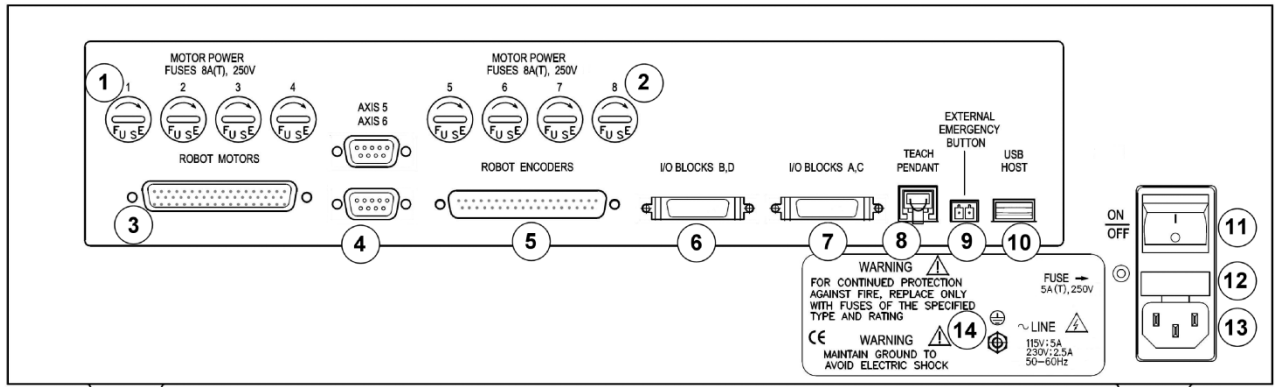

Figura 2-1: Panel posterior del Controller USB PRO
2 enchufes de derivación de emergencia	Instalado en el Controlador (en el conector del Mando manual y el conector del Botón de emergencia externo [(8) y (9) en la Figura 2-1])
Las instrucciones de instalación en este capítulo se refieren a la Figura 2-1.
- ☞ *Asegúrese de que el voltaje suministrado sea adecuada para el Controlador, según sus requisitos. Consulte las especificaciones en el panel posterior del Controlador ((14) en la Figura 2-1).*
1. Asegúrese de que el interruptor de alimentación del Controlador (11) esté apagado.
2. Conecte el cable de alimentación de CA al Controlador (13) y al enchufe de alimentación de CA.
3. Conecte el cable USB al Conector USB principal (10) del Controlador y al Conector USB principal de la computadora.
5. Si usted *no* va a usar un Mando manual, conecte el enchufe de derivación de emergencia al puerto del Mando manual (8).
1. Retire el enchufe de derivación de (8) en la Figura 2-1 y conecte el cable del Mando manual.
Conecte el enchufe de derivación al conector del Mando manual del Controlador ((8) en la Figura 2-1).
Además de conectar las E/S en los terminales del panel frontal del Controlador (Capítulo 3), los conectores de E/S ((6) y (7) en la Figura 2-1) en la parte posterior del